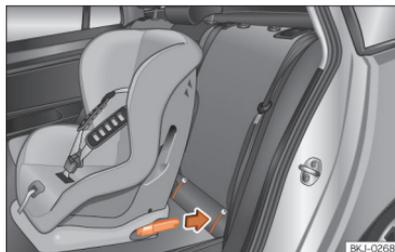

Fig. 38 Bancos traseiros: colocação da cadeira de criança com sistema ISOFIX.
- Insira a cadeira para crianças nas argolas de fixação ISOFIX ou i-Size até se ouvir o seu encaixe »» **Fig. 38**. Se a cadeira de criança